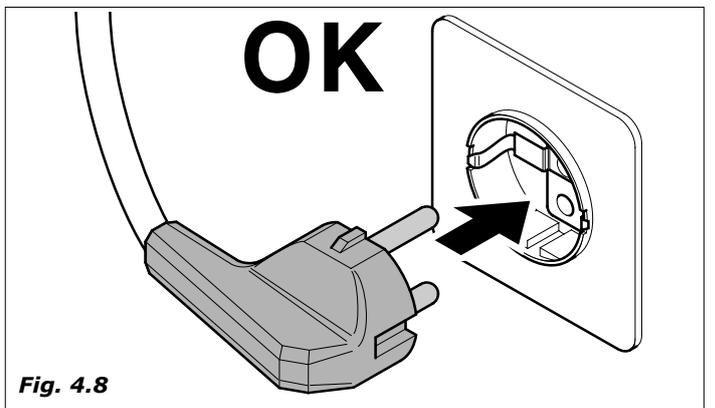

Fig. 4.8
- El distribuidor está dotado de un cable de alimentación H05VV-F 3x1,5 mm2 , con clavija SCHUKO (Fig.4.8).